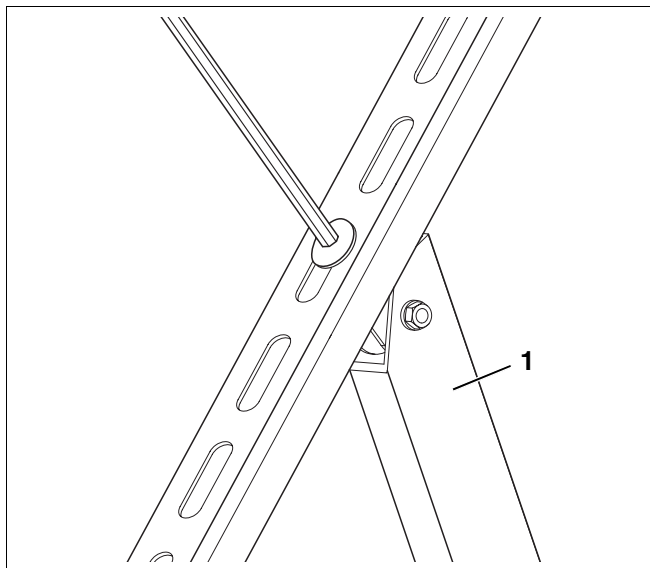
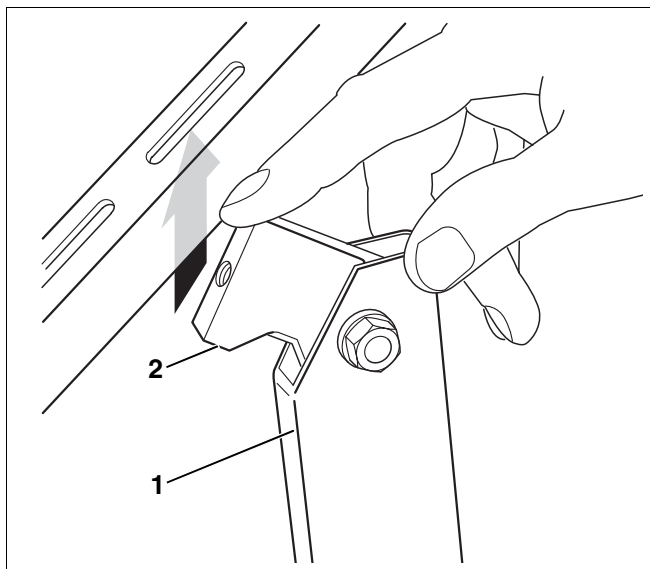

Fig. 12 Desaparafusar o suporte do apoio do colector
Fig. 13 Coloque o suporte na nova posição do furo oval
- ▶ Desmonte o suporte (Fig. 12, **Item 1**) com a cabeça (Fig. 13, **Item 2**) através dos parafusos do apoio do colector.
- ▶ Coloque o suporte (Fig. 13, **Item 1**) na respectiva posição do furo oval apurada de novo.